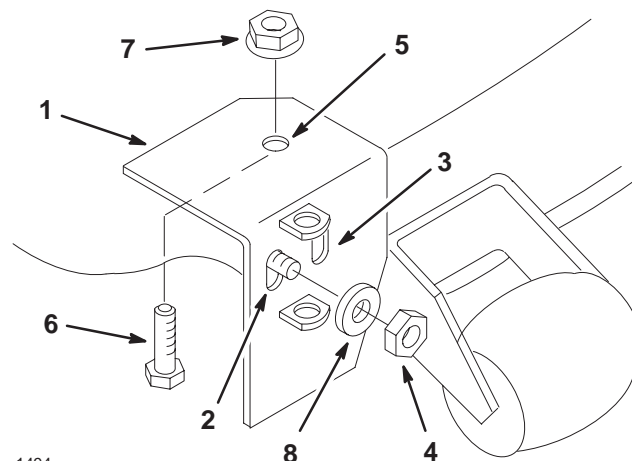

**Figure 8**
1. Choisissez le trou qui convient dans le support de pivot. Reportez-vous à la Figure 8 pour choisir le trou correct.